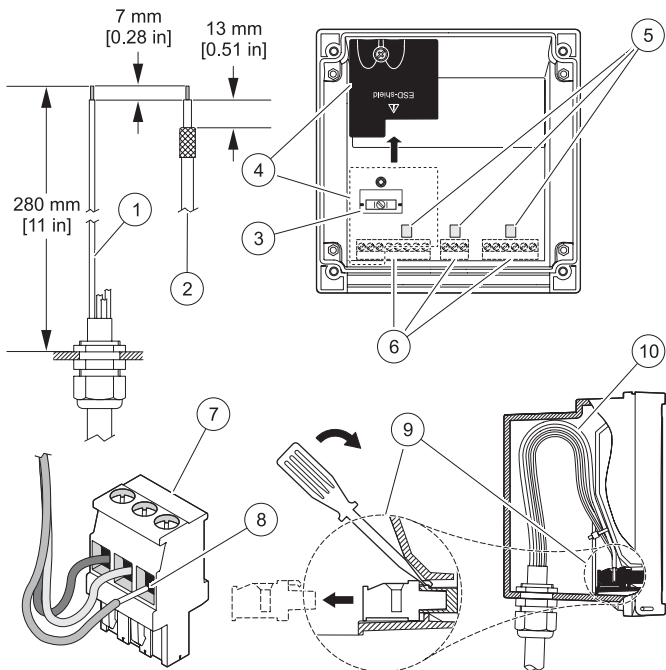

Figure 3 Préparation et insertion des fils
2. Utilisez le tournevis comme levier pour écarter la plaque à bornes des connecteurs en la soulevant (voir Figure 3, page 22).